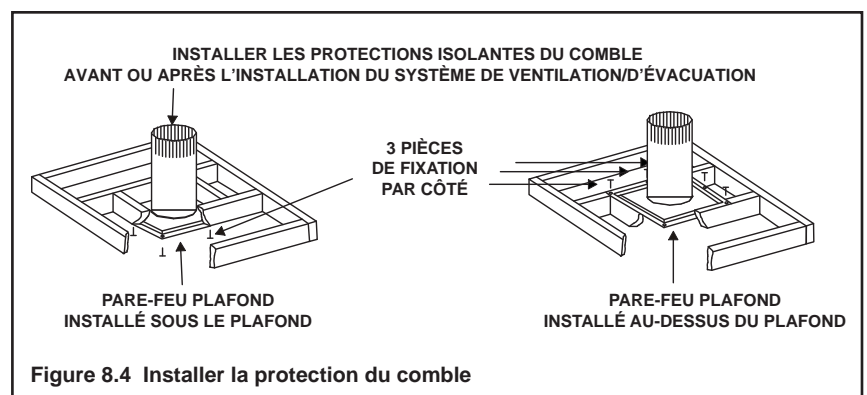

Figure 8.4 Installer la protection du comble
- Le pare-feu du plafond peut être installé au-dessus ou en-dessous des solives du plafond lorsqu'il est installé avec une protection isolante du comble. Il doit se situer sous les solives entre les planchers qui ne sont pas isolés. Voir la Figure 8.4.